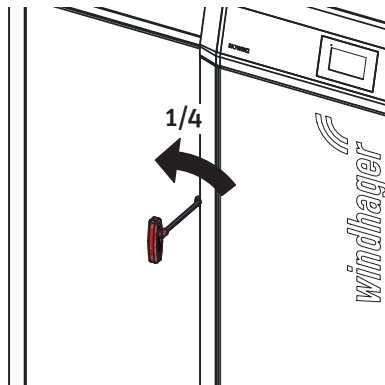

Fig. 60 Ouverture de la porte du revêtement à l'aide d'une clé à six pans creux
- ▶ Ouvrir les portes de jaquette avec la clé à pipe – Fig. 60.